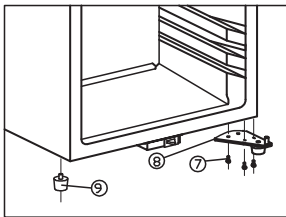

Abb. 5.3
- Entferne den langen Gehäufuss auf der linken Seite und montiere ihn rechts. Abb. 5.3